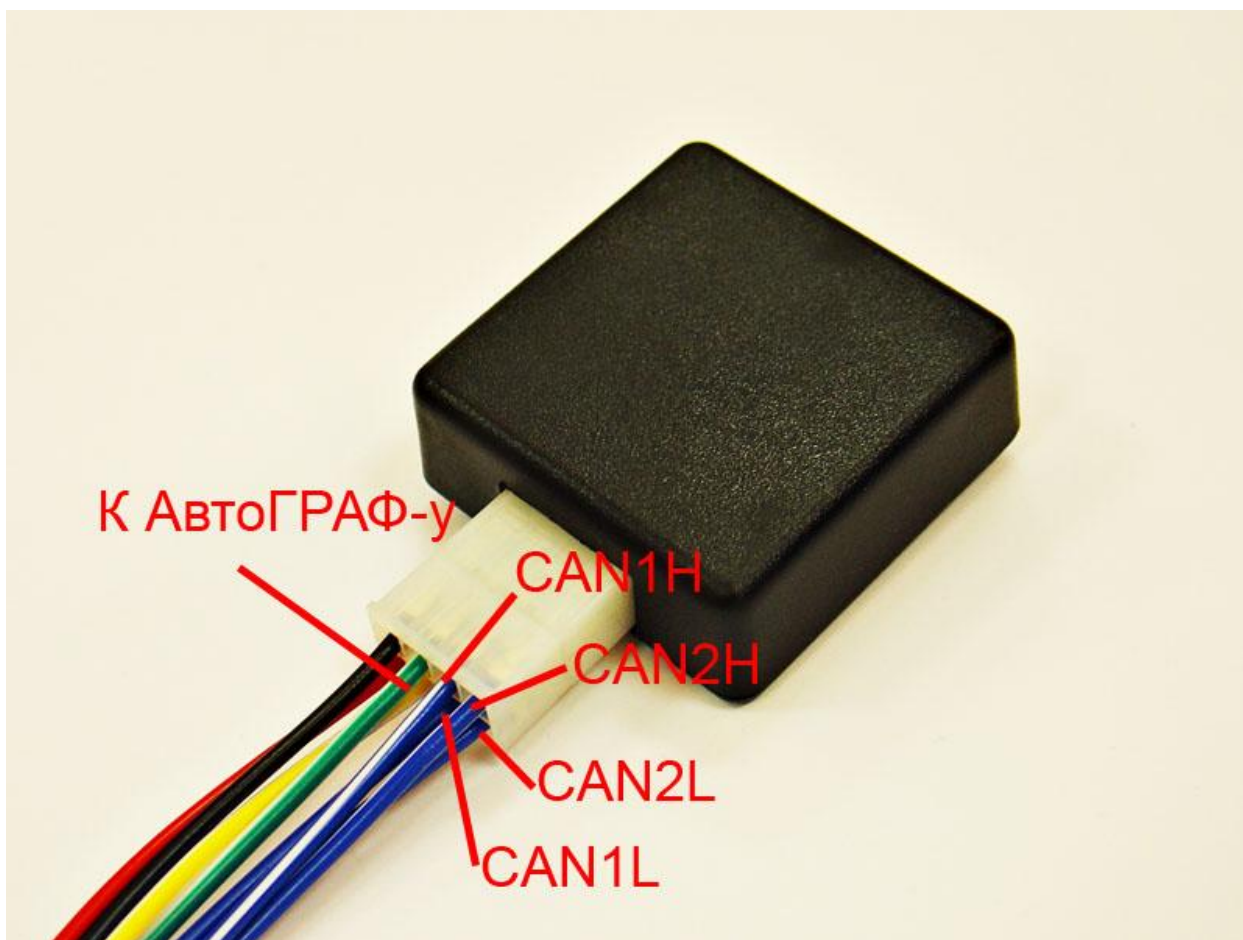

Рис. 1 – Доработанное устройство CAN-LOG, вид сверху.
4. Подключить устройство CAN-LOG к устройству АвтоГРАФ-GSM+ по шине CAN. Желтый провод с белой полосой устройства CAN-LOG должен быть подключен к желтому проводу с белой полосой устройства АвтоГРАФ-GSM+, а зеленый провод с белой полосой устройства CAN-LOG должен быть подключен к зеленому проводу с белой полосой устройства АвтоГРАФ-GSM+ (рис. 1).
3. Подключить устройство CAN-LOG к шине CAN транспортного средства в соответствии с инструкцией. Назначение проводов указано на рис. 1.